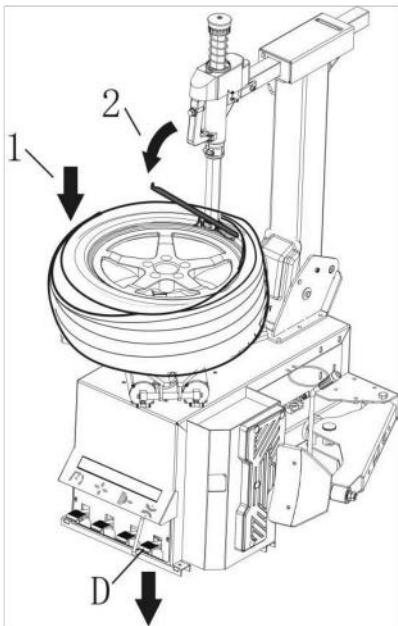
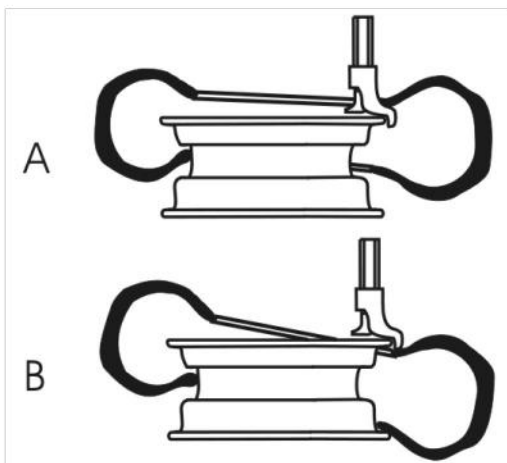
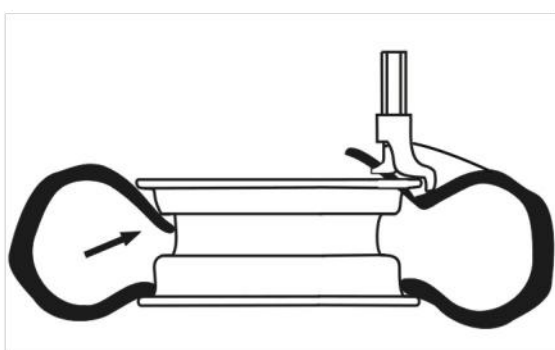

Fig. 22
Fig. 28
Fig. 29
- Insérez le levier dans la roue près de la tête de montage (Fig. 22).
- Appuyez sur la pédale D (Fig. 22), le plateau tourne dans le sens des aiguilles d'une montre jusqu'à ce que le bord de la roue tombe.
- *Si le processus de démontage n'est pas possible, arrêtez le plateau tournant, levez la pédale D (Fig. 22), et laissez tourner le plateau dans le sens anti-horaire.*
- Appuyez sur la partie centrale du pneu. Appuyez sur la pédale D (Fig. 22) pour faire tourner le plateau dans le sens des aiguilles d'une montre, afin que le talon du pneu entre complètement dans la jante (comme sur la Fig. 28-A).
- Pour installer le talon inférieur du pneu, placez correctement le pneu et réajustez la position du talon (comme pour le montage du talon inférieur du pneu en fig. 28-B). Appuyez le pneu vers le bas à l'opposé de la tête de montage/démontage jusqu'à la jante (Fig. 29).
- Appuyez sur la pédale D (Fig. 22) pour allumer le plateau tournant tout en appuyant sur le pneu. Lorsque qu'il ne restera que seulement 10 ~ 15cm, ralentissez pour éviter d'endommager le talon du pneu. Arrêtez le moteur s'il y a une indication de dommages. Soulevez la pédale D et faites tourner le plateau tournant dans le sens antihoraire. Essayez à nouveau lorsque le pneu reprend une forme normale.